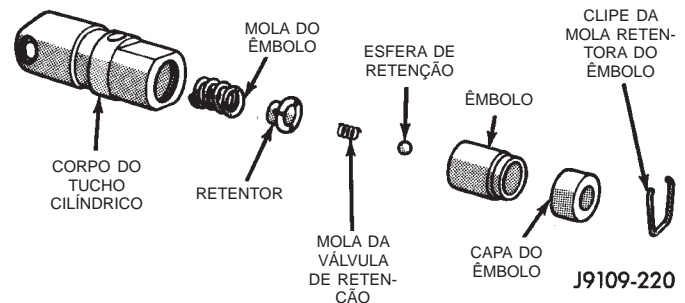

Fig. 62 Conjunto do Tucho Hidráulico
(1) Remova o clipe da mola retentora do êmbolo (Fig. 62).
(2) Limpe os depósitos de verniz de dentro do corpo do tucho acima da capa do êmbolo.
(3) Inverta o corpo do tucho e remova a capa do êmbolo, a válvula de retenção, a mola da válvula de retenção, o retentor da válvula de retenção e a mola do êmbolo (Fig. 62). A válvula de retenção pode ser plana ou esférica.
(1) Limpe todas as peças do tucho em um solvente que removerá todo o verniz e carbono.
(2) Substitua os tuchos que não se ajustam para manutenção adicional com novas montagens.
(3) Se o êmbolo mostrar sinais de ranhura ou desgaste, instale um novo conjunto de tucho. Se a válvula estiver corroída, ou a sede de válvula na extremidade do êmbolo não puder se assentar, instale um novo conjunto do tucho.
(4) Monte os tuchos (Fig. 62).